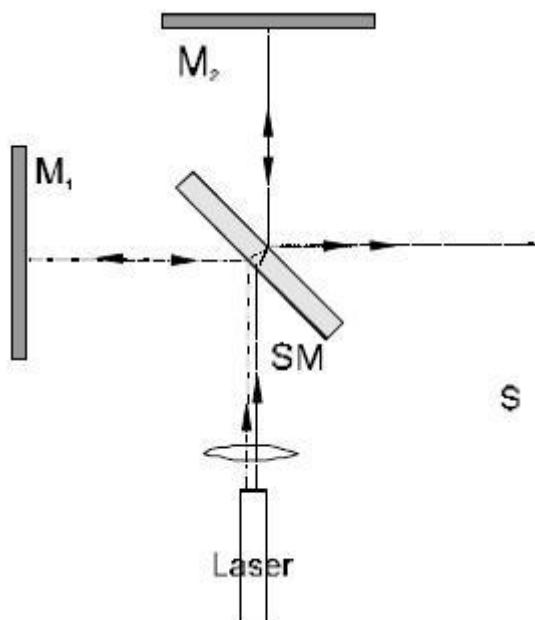

Fig. 2 Montaje experimental – Interferómetro de Michelson (M₁, M₂ = Espejo, SM = Espejo semitransparente, S = Pantalla de vidrio mate)
- Se coloca el Láser aproximadamente en el centro del tablero (Fig. 2) y se orienta el rayo paralelamente a la placa base (ver observaciones)
- Se intercala el espejo semitransparente entre el Láser y el espejo M₂ (ver Fig. 2). El ángulo entre el espejo semitransparente y el eje del rayo Láser debe ser de 45° con la mayor exactitud.
- La pantalla de vidrio mate se monta de acuerdo con la Fig. 2. El rayo Láser debe incidir en el centro de ésta.
En el montaje de acuerdo con la Fig. 2, es importante que las ondas esféricas que se sobreponen realicen sólo un ángulo pequeño. Entonces el patrón de interferencia es observable en el plano I (ver Fig. 3a). Si el ángulo es muy gran de no se puede observar la interferencia (Fig. 3b). Por ello es importante que el rayo Láser esté orientado así que pase paralelamente a la placa base y que después de la reflexión en los espejos M₁ y M₂ siga siendo paralelo.